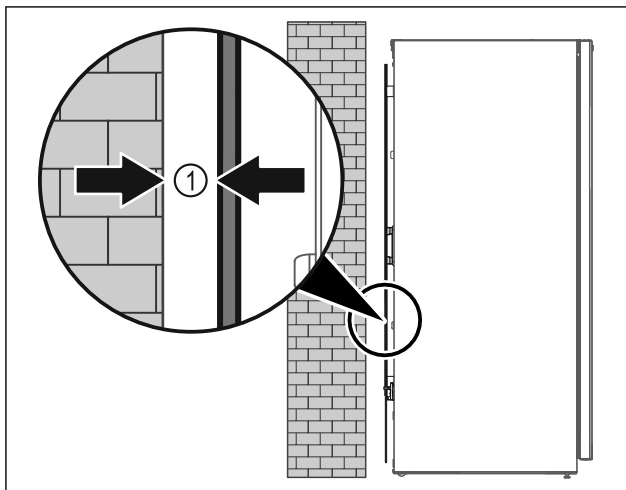

Fig. 7
- ▶ Instaloni pajisjen ose të lirë në dhomë, ose direkt mbi një mur me një distancë minimale prej 5 mm Fig. 7 (1) nga muri.